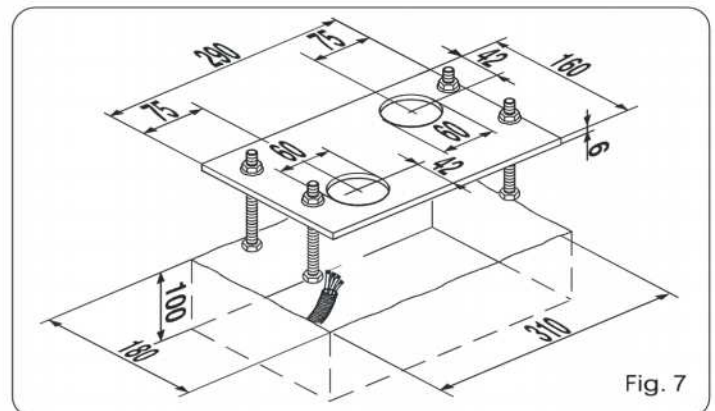

Fig. 7
- 3) Realicen una base de cimentación tal y como se indica en la Fig.7 y pongan en obra la placa de cimentación previendo una o varias vainas para el paso de los cables eléctricos. Comprueben la perfecta horizontalidad de la placa con un nivel. Esperen a que fragüe el cemento.